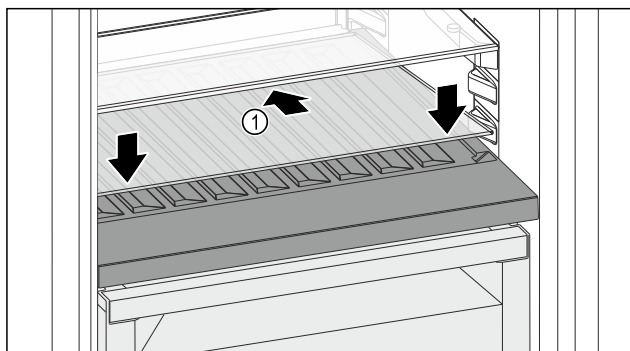

Fig. 147
- Vendosni pllakën e xhamit Fig. 147 (1) pjerrtas, dhe të anuar për poshtë në pjesën prapa.
- Ulni poshtë pllakën e xhamit Fig. 147 (1) përpara.